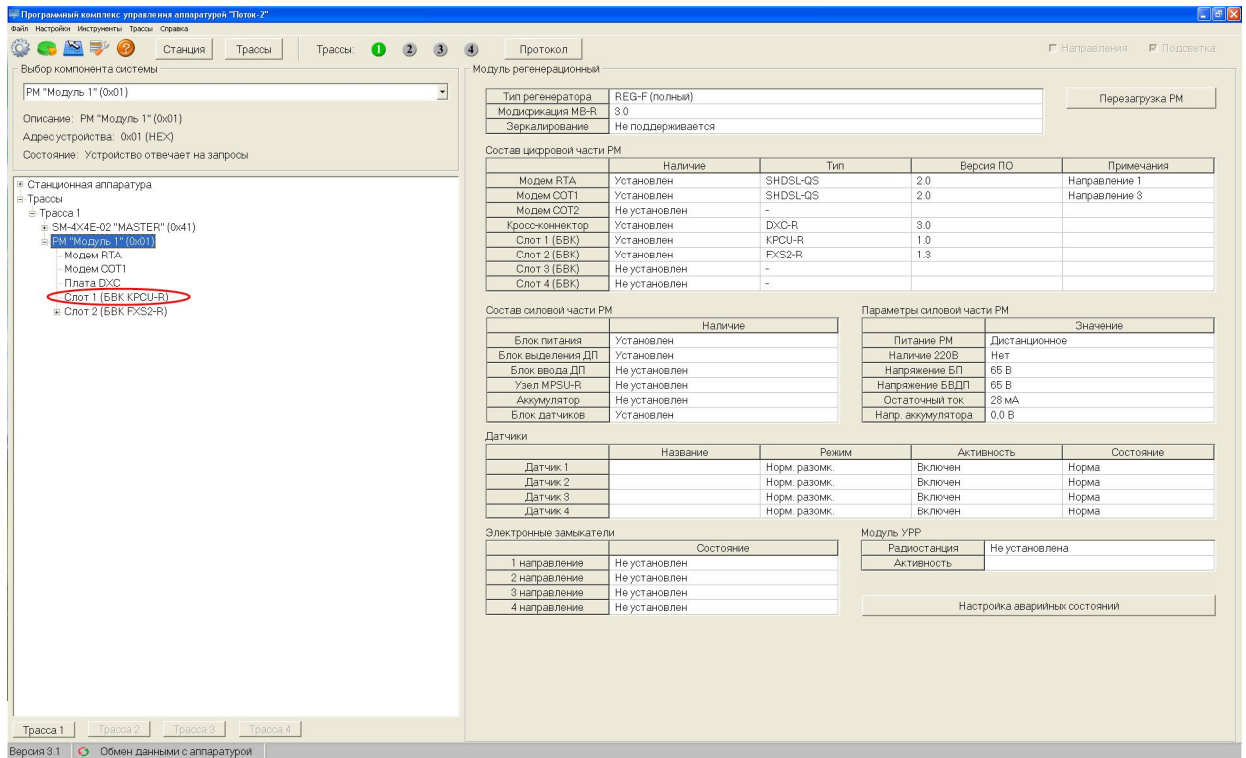
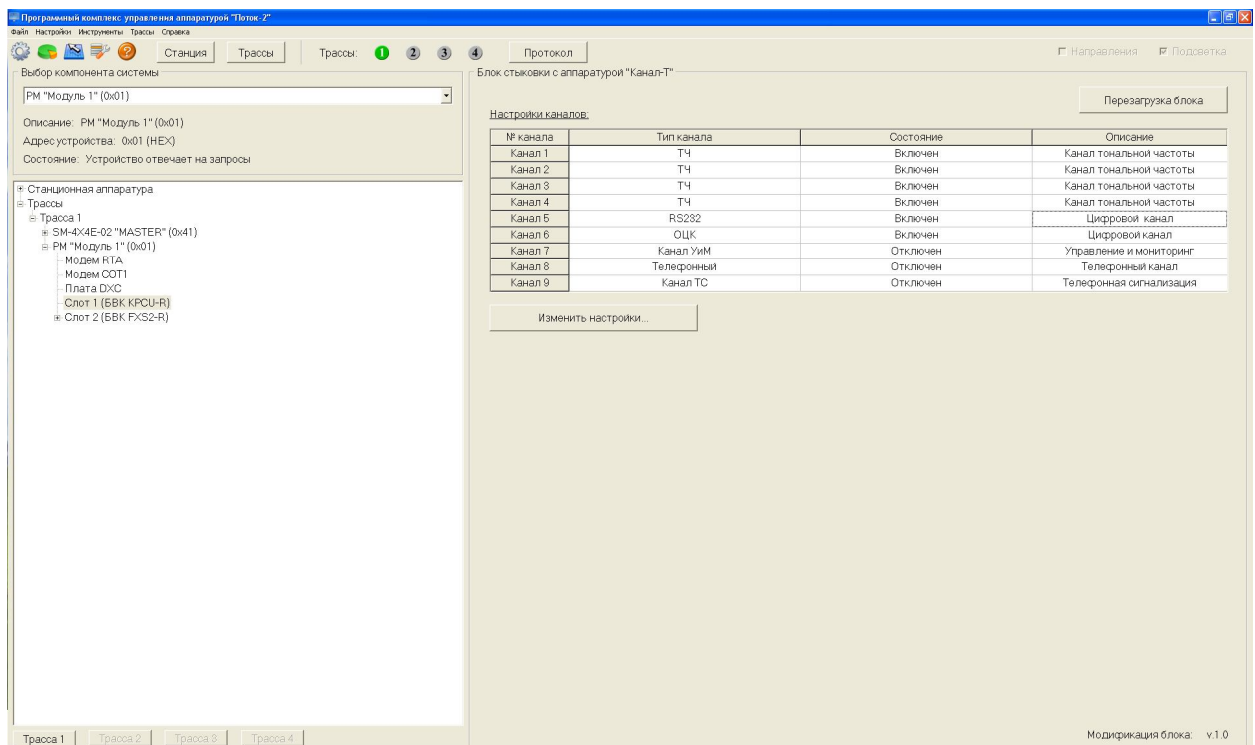

Рисунок 2 - Выбор компоненты системы «Слот 1 (БВК КPCU-R)» (ПО «Поток-2»)
Рисунок 3 - Окно «Блок стыковки с аппаратурой «Канал-Т» (ПО «Поток-2»)
5.1.2 При выборе с помощью мыши элемента «Слот 1 (БВК KPCU-R)» в поле «Выбор компоненты системы» (см. рисунок 2), осуществляется переход в окно «Блок стыковки с аппаратурой «Канал-Т» (см. рисунок 3).
5.1.4 Изменение настройки каналов осуществляется путем нажатия кнопки «Изменить настройки» (см. рисунок 3). При этом появляется следующее окно:
5.1.7 Версия программного обеспечения блока стыковки КPCU-R отображается в поле «Модификация блока» (см. рисунок 3).